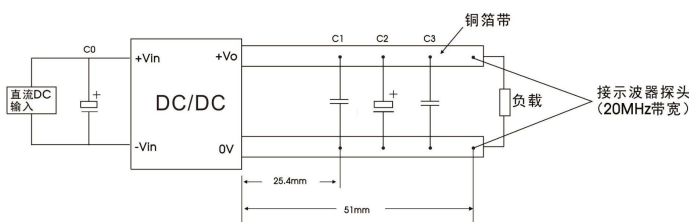

图 2
①Ctrl 控制引脚的电压是相对于输入引脚 GND;
②ULN15-B2412 输出电压精度指标 Max. 为-2%~+2.5%;
③按 0% -100%负载工作条件测试时, 负载调整率的指标为±5%;
④0% -10%的负载纹波&噪声小于等于 400mV, 纹波和噪声的测试方法详见图 2 平行板测试法。纹波&噪声测试外围参数详见图 3;
⑤引脚耐焊接温度非烙铁实际设定温度, 为良好焊接焊点所需的温度。客户实际设定温度需根据 PCB 厚度、覆铜大小差异, 烙铁功率、烙铁头选择不同综合设定;
⑥本系列产品采用降频技术, 开关频率值为满载时测试值, 当负载降低到 50%以下时, 开关频率随负载的减小而降低。
所有该系列的 DC/DC 转换器在出厂前，都是按照下图 2 推荐的测试电路进行测试，探头至铜箔的接线尽量缩短。
C5	参照图 2 中 C3 参数